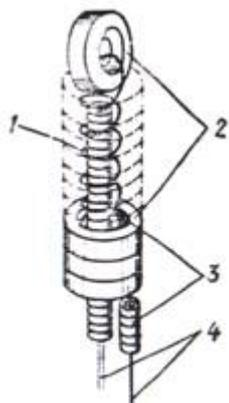

Рис. 3. Простой нагревательный элемент:
1.4. Простой нагревательный элемент для низковольтного паяльника можно изготовить, используя вместо керамических изоляторов миниатюрные ферритовые кольца с внешним диаметром 3—5 и 0,8—1,4 мм (рис. 3).